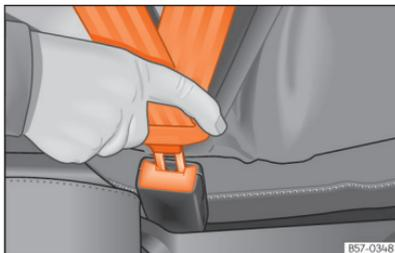

Abb. 23 Schloßzunge des Sicherheitsgurts in das Gurtschloß einstecken.
- Schloßzunge fest in das zum Sitzplatz gehörende Gurtschloß stecken »» [Abb. 23].